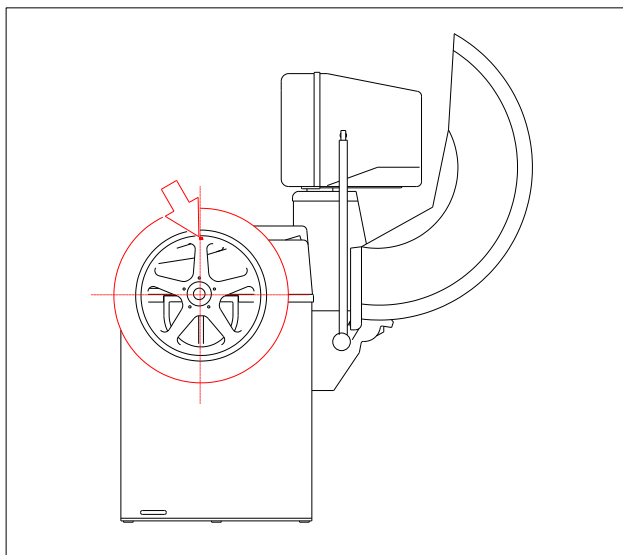

図 16-1 ウェイト位置
8. 図 16-1 で示されるように、リム上の 12 時の位置にウェイトを打ち込んで下さい。